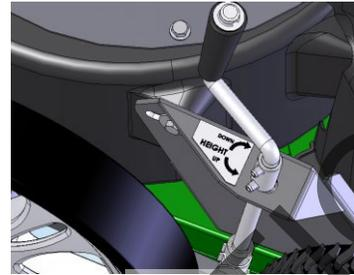

Abb. 10
**HINWEIS**: Die Düse niemals im Sammelgut vergraben. Die Vakuumdüse wird durch Drehen der Handkurbel im Uhrzeigersinn und gegen den Uhrzeigersinn angehoben und abgesenkt. (Siehe Abb. 10)